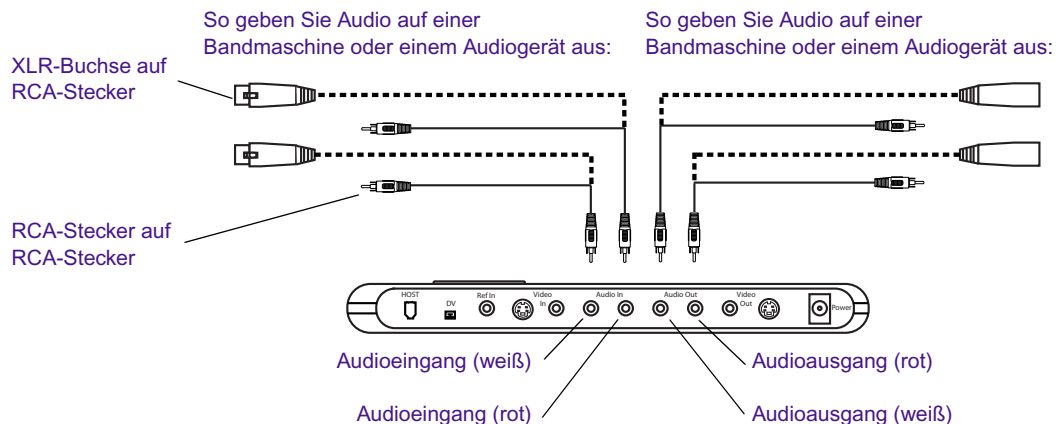

Abbildung 4 Verbinden der Audioein- und Audioausgänge mit der Bandmaschine
1. Befestigen Sie zwei Audiokabel an den Audioeingangsanschlüssen (siehe Abbildung 4):
3. Verbinden Sie zwei weitere Audiokabel mit den Audioausgangsanschlüssen (siehe Abbildung 4):